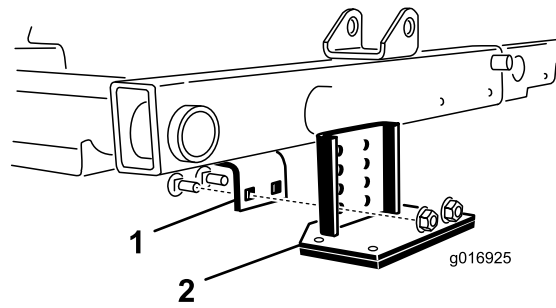

**Bild 39**
1. Reinigen Sie den Neigungsaufkleber auf dem Neigungsanzeiger mit Alkohol und lassen Sie den Aufkleber trocknen (**Bild 39**).
2. Entfernen Sie die Trägerfolie und kleben Sie den CE-Aufkleber für die Neigungsgefahr auf den Aufkleber für die Neigungsanzeige (Bild 39).